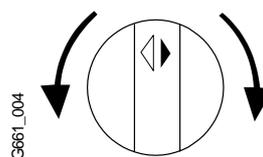

Fig. 10
3.2 Réglage de la température d'eau chaude (Fig.10)